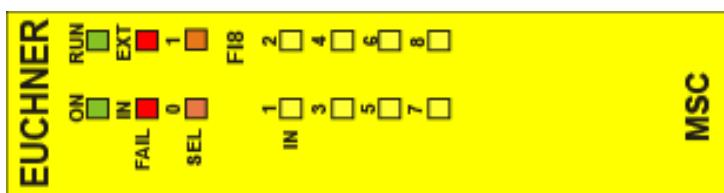

Figura 17:
**8.3.5. Módulo F18 (Figura 17)**